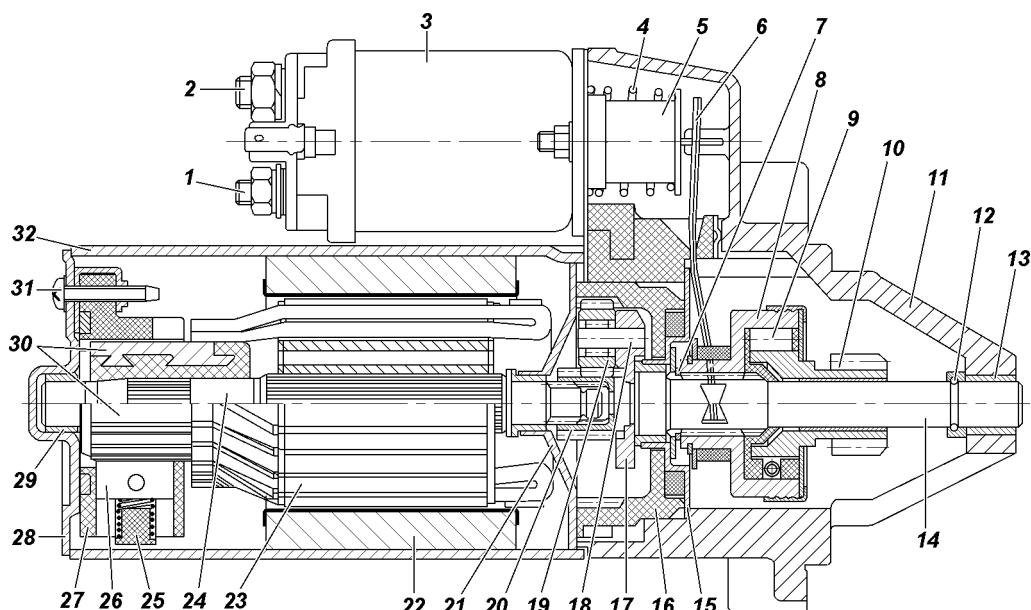

Рис. 14.20. Стартер 6012.3708:
1. Отверните гайку и отсоедините вывод от контактного болта 1 (см. рис. 14.20).
Крышки 11, 28 (см. рис. 14.20) и *опоры 21, 15*. Проверьте состояние втулок (подшипников) в крышках и опорах, в случае износа замените втулки или опоры и крышки в сборе со втулками. В случае обнаружения трещин на крышке 11, замените ее.
Щеткодержатель. 27 (см. рис. 14.20). Щетки в щеткодержателях должны перемещаться свободно, без заедания. При высоте щеток менее 3,5 мм замените их. Щеткодержатель должен быть надежно закреплен на крышке 28.
Редуктор (см. рис. 14.20). Проверьте состояние шестерен 16, 19, 20, игольчатых подшипников шестерен 19 и осей 18. Изношенные или поврежденные детали замените.